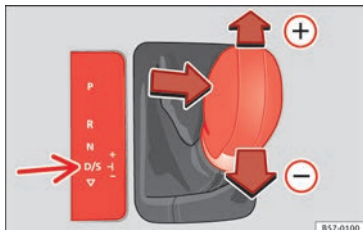

Fig. 179 Console centrale : Changer de vitesses en mode Tiptronic.
- Poussez le levier sélecteur vers l'avant (+) pour passer une vitesse supérieure »» **fig. 179**.